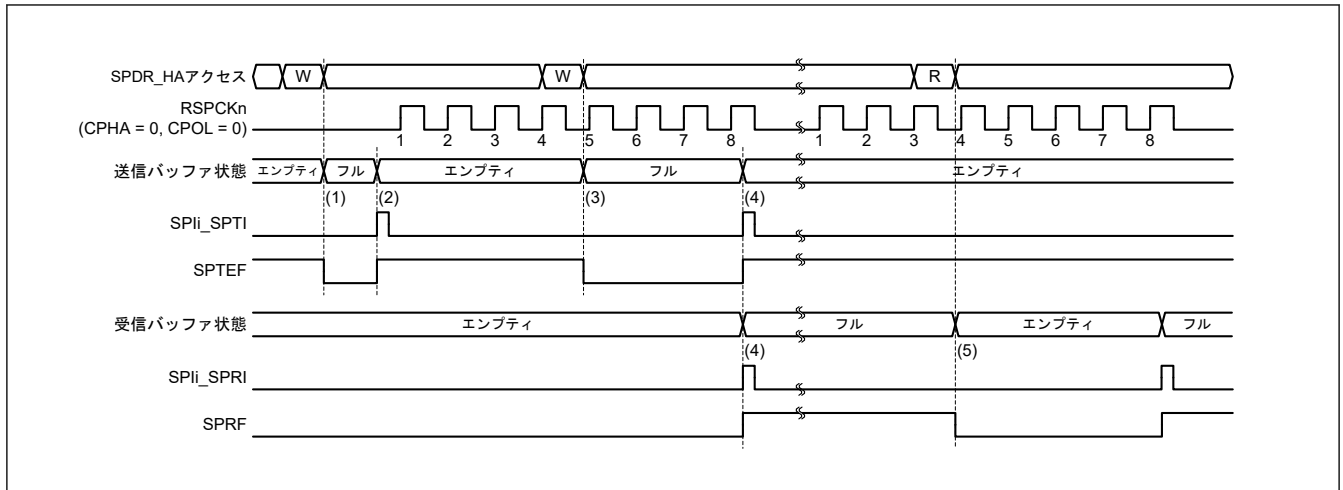
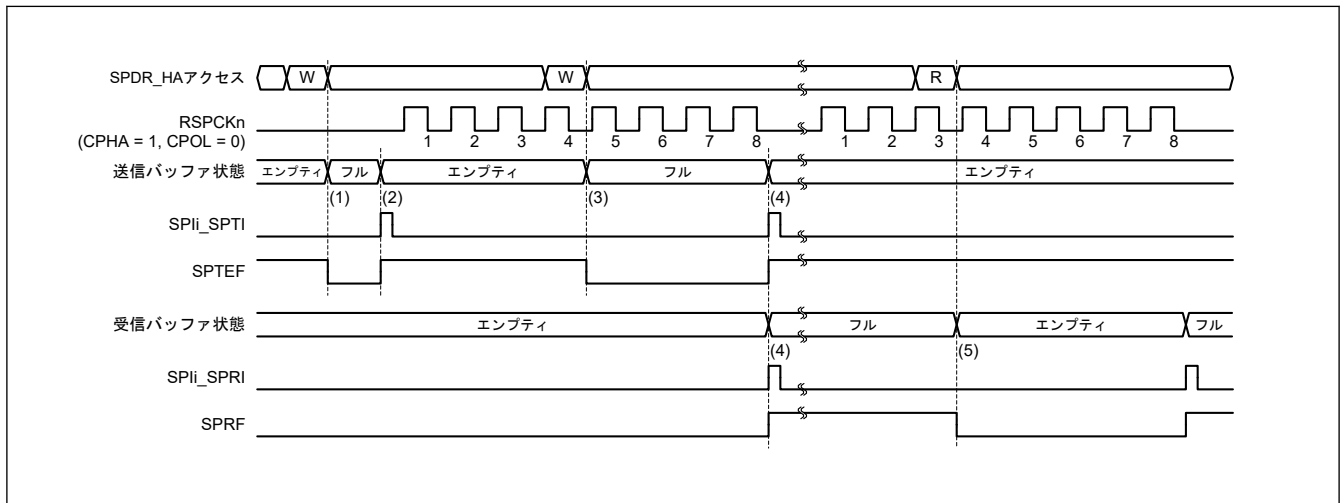

図 28.29 SPIi_SPTI、SPIi_SPRI 割り込みの動作例 (CPHA = 0、CPOL = 0)
図 28.30 SPIi_SPTI、SPIi_SPRI 割り込みの動作例 (CPHA = 1、CPOL = 0)
図 28.29 および図 28.30 に、送信バッファエンプティ割り込み (SPII_SPTI) と受信バッファフル割り込み (SPII_SPRI) の動作例を示します。図 38.26 および図 38.27 に記載した SPDR レジスタアクセスは、SPDR_HA レジスタへのアクセス状況を示しています。W は書き込みサイクル、R は読み出しサイクルを示しています。図 28.29 では、SPCR.TXMD ビットが 0、SPDCR.SPFC[1:0] ビットが 00b、SPCMDm.CPHA ビットが 0、SPCMDm.CPOL ビットが 0 の設定で、SPI が 8 ビットのシリアル転送を実行しています。図 28.30 では、SPCR.TXMD ビットが 0、SPDCR.SPFC[1:0] ビットが 00b、SPCMDm.CPHA ビットが 1、SPCMDm.CPOL ビットが 0 の設定で、SPI が 8 ビットのシリアル転送を実行しています。RSPCKn 波形の下に記載した数字は、RSPCK サイクル数 (= 転送ビット数) を示しています。
以下に、図 28.29 および 図 28.30 の (1)～(5) での SPI の動作内容を説明します。